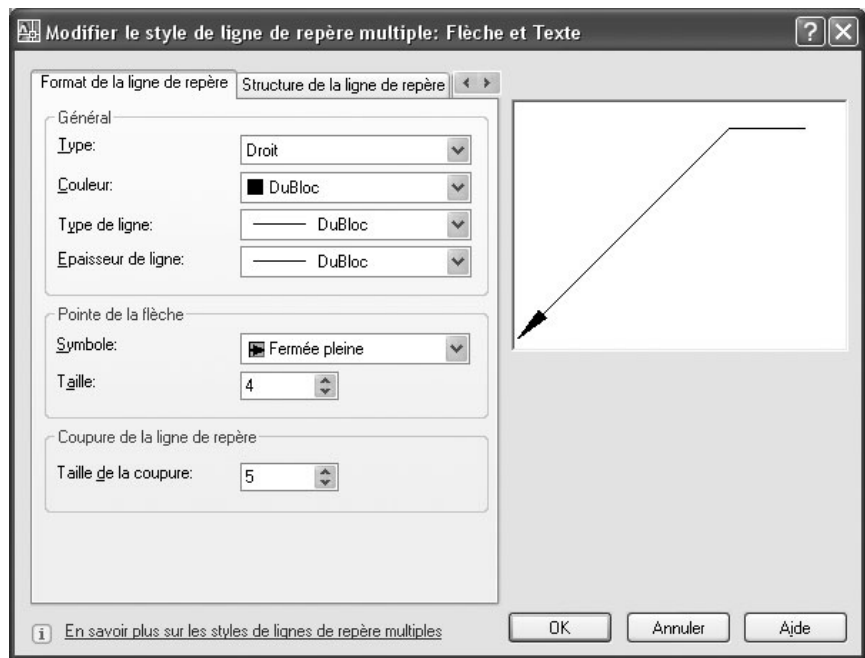

Fig.9.38
- 4 Dans l'onglet **Format de la ligne de repère** (Leader Format) de la boîte de dialogue **Modifier le style de ligne de repère multiple** (Modify Multileader Style), sélectionner ou désélectionner les options suivantes (fig.9.38) :